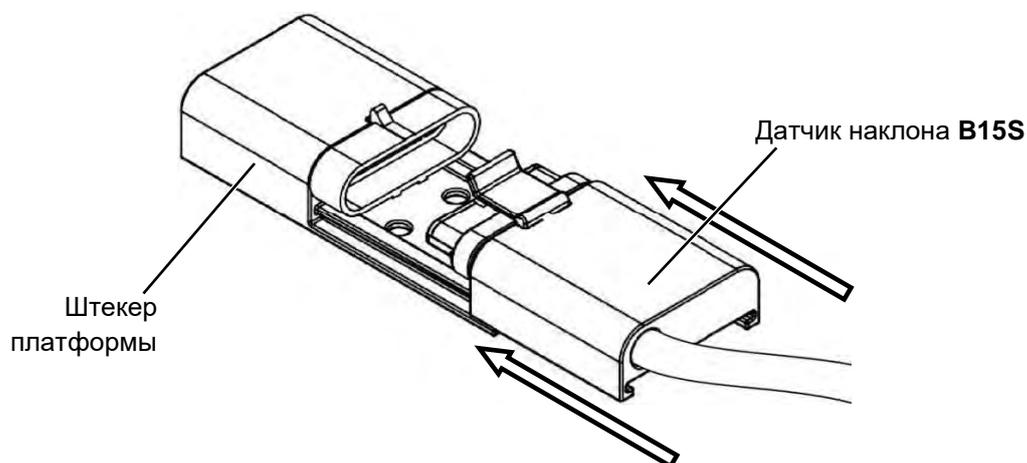

Рисунок 43: Монтаж датчика наклона **B15S**
- ▶ Вставьте датчик наклона **B15S** в штекер платформы так, чтобы он вошел в зацепление (см. Рисунок 43).